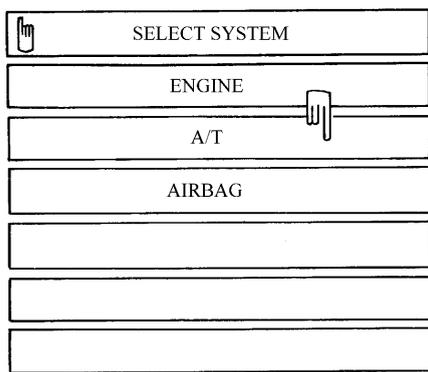

图 4-73 诊断仪屏幕显示
- (1) 打开诊断仪。
- (2) 触摸“A/T”键(图 4-73)。